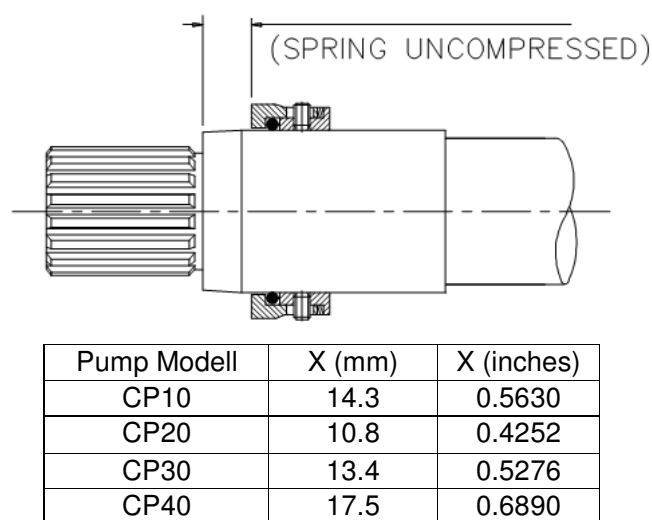

Fig 50 Inställningsavstånd "X", fjädern obelastad
Se Fig 50 för CP10, CP20, CP30 och CP40
- Montera de roterande tätningshylsorna (7.05) med o.ringar (7.02) på axlarna (5.01 och 5.02) med rätt inställningsavstånd, se fig. 50. Drag fästskruvarna (7.05) med rätt moment enligt sektion 8.2.
- Montera de roterande tätningsshylsorna (7.05) med o.ringar (7.02) på axlarna (5.01 och 5.02) med rätt inställningsavstånd, se fig. 50. Drag fästskruvarna (7.05) med rätt moment enligt sektion 8.2.
OBS: För pumpar med flänsanslutningar är det enklare att positionera den roterande tätningshylsan (7.11) på axlarna (5.01 och 5.02) med rätt inställningsavstånd enligt fig 50, innan pumphuset (3.01) monteras.